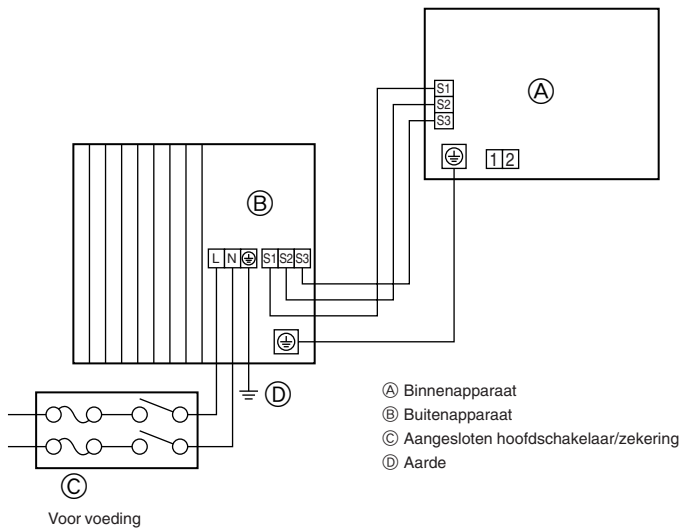
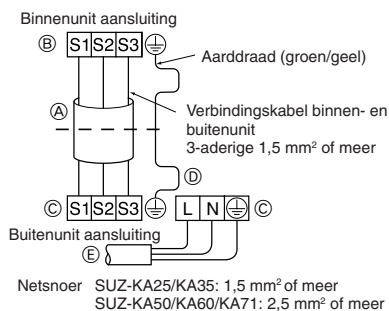
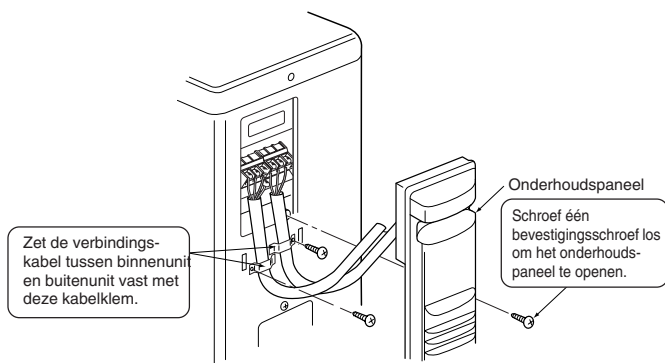
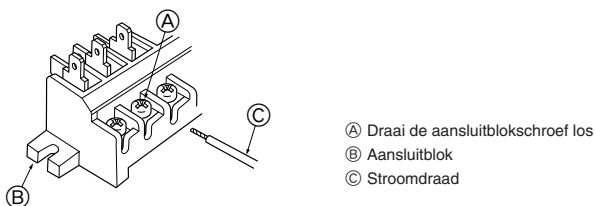

Fig. 6-1
Fig. 6-2
Fig. 6-3
Fig. 6-4
6.1. Buitenunit (Fig. 6-1, Fig. 6-2, Fig. 6-3, Fig. 6-4)
- ① Verwijder het onderhoudspaneel.
- ② Sluit de kabels aan volgens Fig. 6-1, Fig. 6-2, Fig. 6-3 en Fig. 6-4.
- Leg de bedrading aan zoals aangegeven in het diagram links onderaan. (Schaf de kabel ter plaatse aan) (Fig. 6-2)
- (A) Aansluitkabel
- (B) Aansluitblok voor binnenunit
- (C) Aansluitblok voor buitenunit
- (D) Sluit altijd een aardingsdraad aan die langer is dan de andere kabels.
- (E) Voedingskabel
- Zorg dat de kabels goed worden aangesloten. (Fig. 6-4)